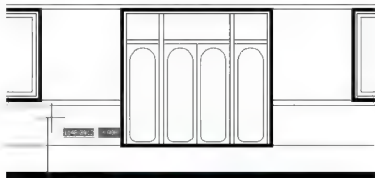

图 4.63 确定台阶的起点
(2) 立面台阶的尺寸：踏高为 150mm，踏宽为 300mm，平台的长度为 4200mm。
(3) 启动绘制【多段线】命令（快捷键 PL）。
① 在指定起点：提示下，输入“@-1500，-600”后按 Enter 键，指定直线起点为距离相对坐标基点水平向左 1500mm、垂直向下 600mm 处，结果如图 4.63 所示。